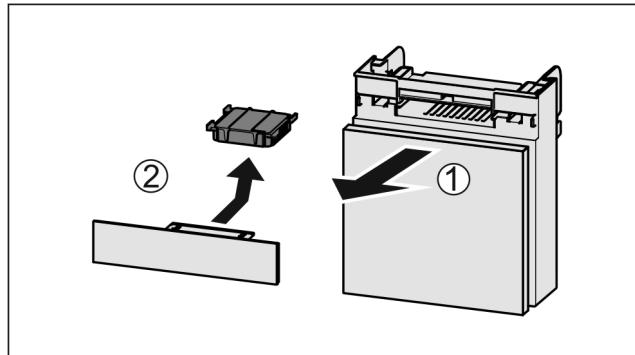

Fig. 56
- Потягніть Fig. 56 (1) відділення вперед.
- Витягнути Fig. 56 (2) фільтр з активованого вугілля.